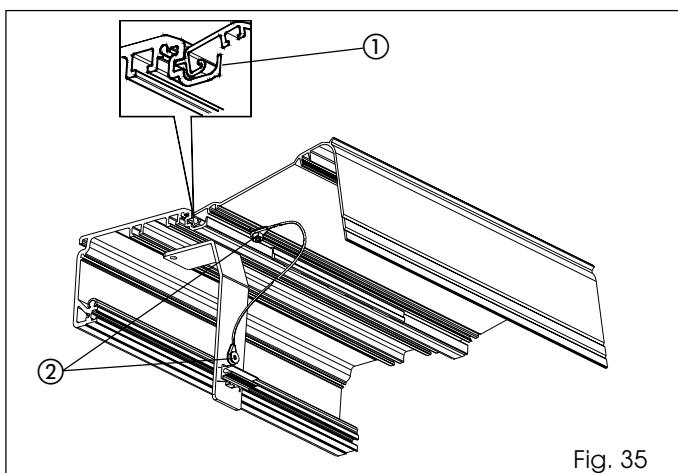

Fig. 35
- Pour garder le capot ouvert, le soulever et le pousser vers le profilé jusqu'à ce qu'on obtienne l'encastrement du dépassement métallique dans le siège du profilé (fig. 35 réf. ①).
- Fixer les fils parachute sur le capot et sur les brides de fixation du capot d'après la fig. 35 réf. ②.